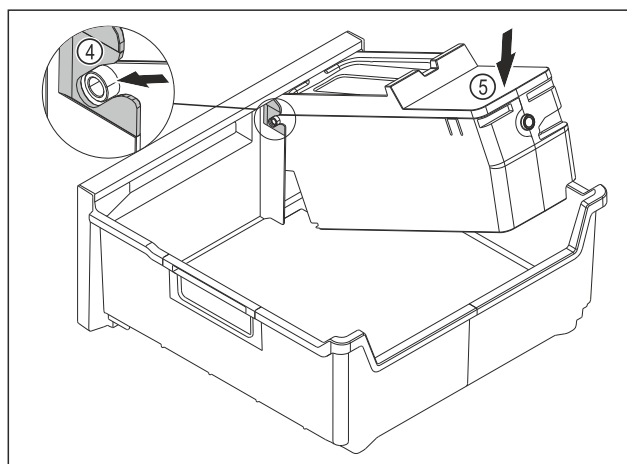

Fig. 115
- ▶ Montirajte glavni del EasyTwist-Ice: Osi glavnega dela EasyTwist-Ice potisnite v vodila Fig. 115 (4).
- ▶ Glavni del EasyTwist-Ice Fig. 115 (5) potisnite zadaj navzdol.